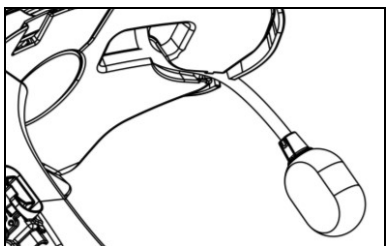

Fig. 9
- Placera mikrofonen i sätet på hjälmens högra sida genom att sätta in metallenheten i kanalen som finns på hakdelens fäststruktur (Fig. 9).